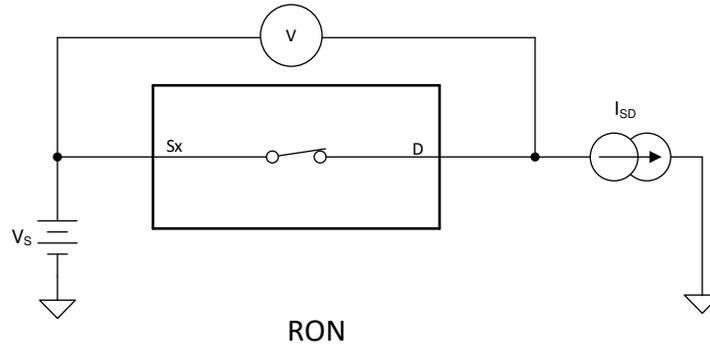

图 6-1. 导通电阻测量设置
器件的导通电阻是器件源极 (Sx) 和漏极 (Dx) 引脚之间的欧姆电阻。导通电阻随输入电压和电源电压的变化而变化。符号  $R_{ON}$  用于表示导通电阻。图 6-1 展示了用于测量  $R_{ON}$  的测量设置。电压 (V) 和电流 ( $I_{SD}$ ) 可通过此设置进行测量，而  $R_{ON}$  可通过  $R_{ON} = V/I_{SD}$  来计算。